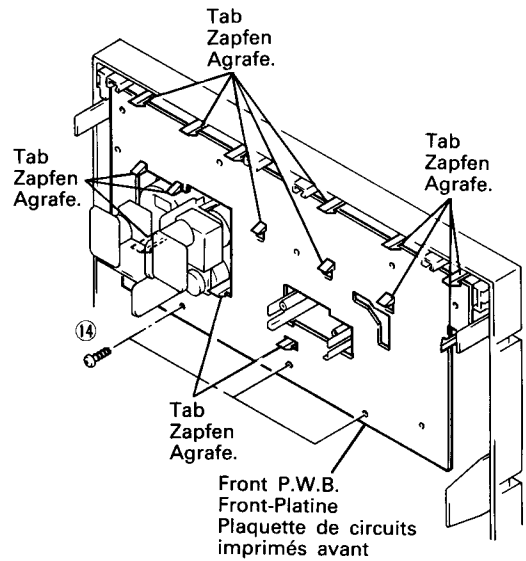

Fig. 9 Abb. 9
**10. Front-Platine (Abb. 9)**
**10. Plaquette de circuits imprimés avant (Fig. 9)**